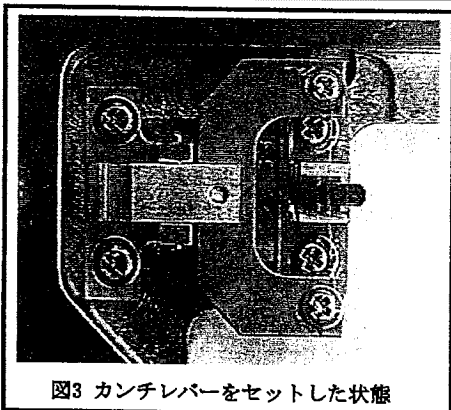

図3 カンチレバーをセットした状態
- (8) リリースキーを放す \rightarrow ワイヤがカンチレバーを押さえる (図 3)